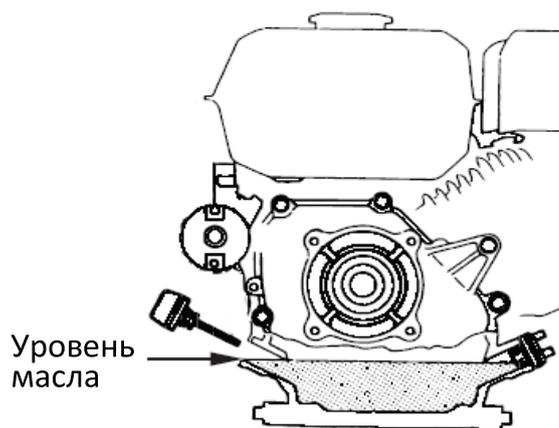

Рис.16
1. Открутите крышку/щуп картера (Рис.11,Рис.16).
2. Открутите пробку для слива масла (Рис.2) и слейте масло в специальную емкость (Рис.16)